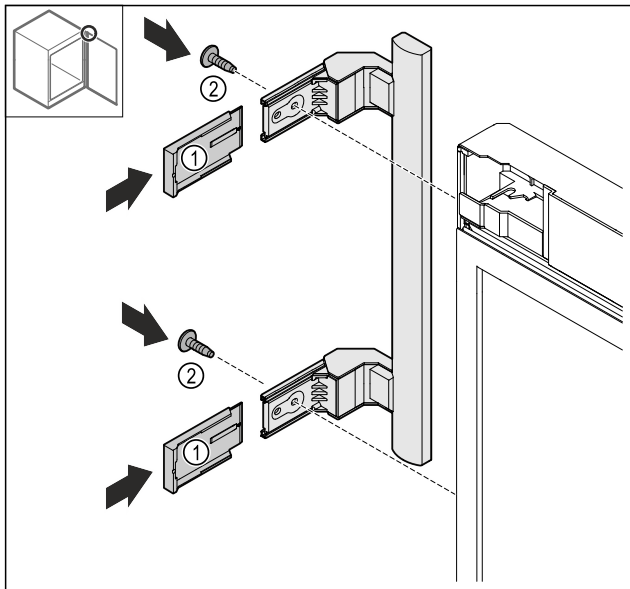

Fig. 25
- ▶ Työnnä suojuksia Fig. 25 (1) päälle.